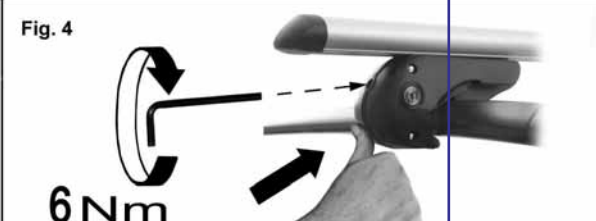

Fig. 4
- Le barre porta tutto devono essere bloccate sulle barre longitudinali, mediante i dispositivi di fissaggio, stringendo le viti con una forza pari a 6 Nm (vedi fig. 4).
- The racks must be locked on to the longitudinal mounts with the fixing devices and the screws tightened with a 6 Newton driving torque (see fig. 4).
- Die Allesträger müssen an der Dachreile mit Befestigungsklauen blockiert werden, indem man die Schrauben mit einer Kraft von 6 Nm anzieht (siehe Abb. 4).
- Las barras portaequipaje deben estar bloqueadas por las barras longitudinales mediante los dispositivos de fijación, ajustando los tornillos con una fuerza igual a 6 Nm (véase fig. 4).